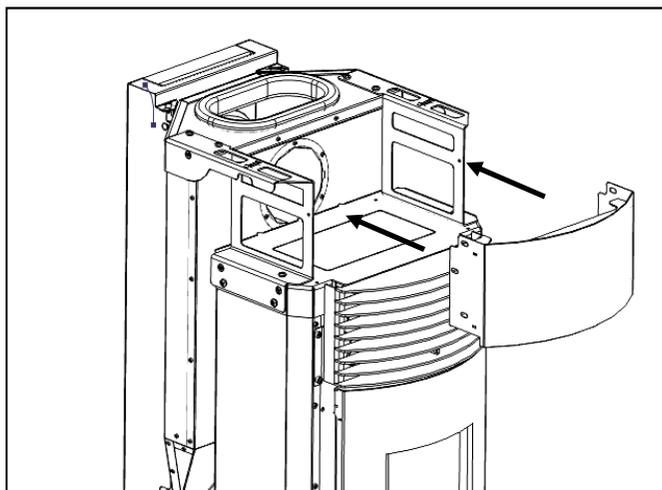

Figure 36 - Montage du frontal
- b) Positionnez la partie supérieure avant comme indiqué à la Figure 36, en plaçant les rabats de la partie avant sur la face interne de la structure.